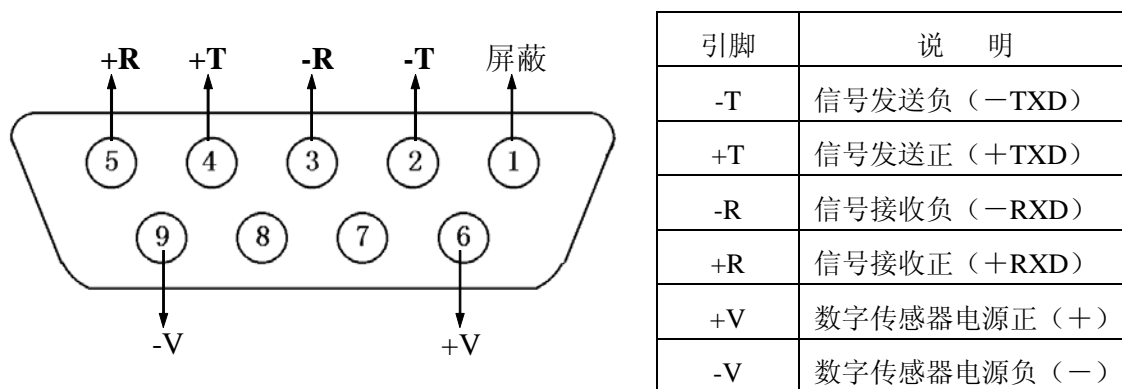

图 2-1-1 数字传感器接口及说明
- 1、传感器的连接采用 9 芯插头座。图 2-1-1 标注了各引脚的意义。